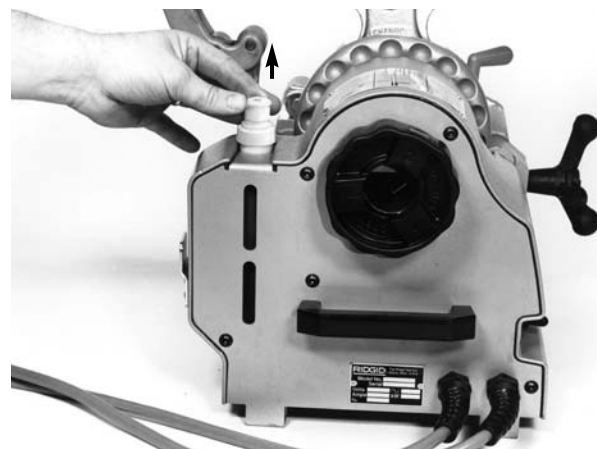

Figura 6 - Respiradero del depósito abierto
17. Jale y abra la tapa del respiradero del depósito (Figura 6). No rosque con el respiradero cerrado. Esto restringirá el flujo de refrigerante y podrían desportillarse las terrajas. Por ende, labrarán roscas de mala calidad.